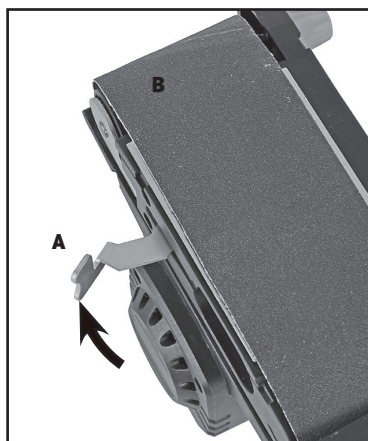

Рис. 2
- Ослабить устройство натяжения шлифовальной ленты путем перемещения рычага натяжения (А) наружу (см. Рис. 2). Устройство натяжения сейчас открыто и шлифовальную ленту (В) можно снять.
- Вернуть рычаг натяжения (А) в его исходное положение (Рис. 2).